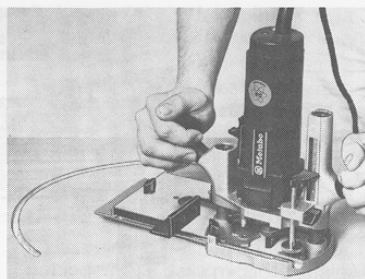

Fig. 7
défonceuse, c'est-à-dire de sorte que sa plaque de tôle (12) soit dirigée vers le haut (fig. 7).